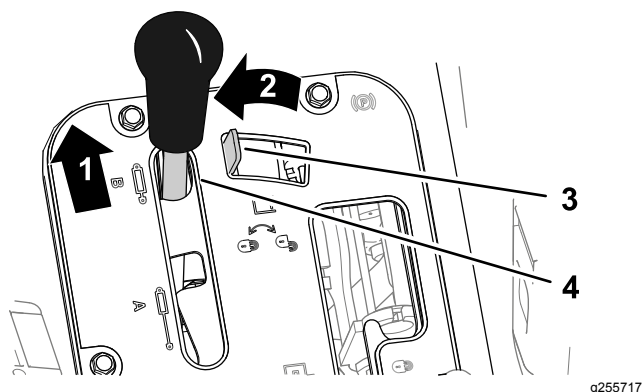
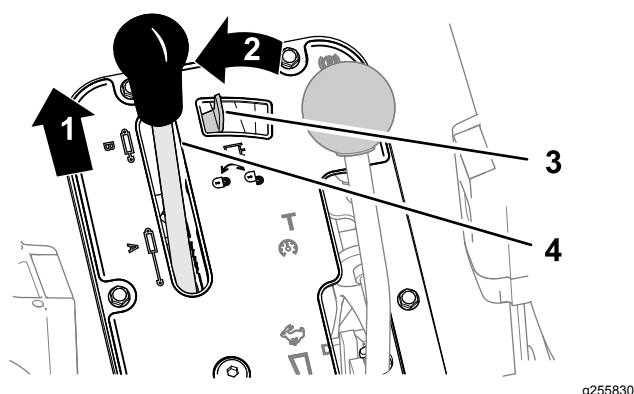

Figura 83
Figura 84
1. Spingete in avanti la leva di sollevamento idraulico (Figura 83 o Figura 84).
2. Spostate il bloccaggio del sollevamento idraulico a sinistra per innestare il bloccaggio (Figura 83 o Figura 84).